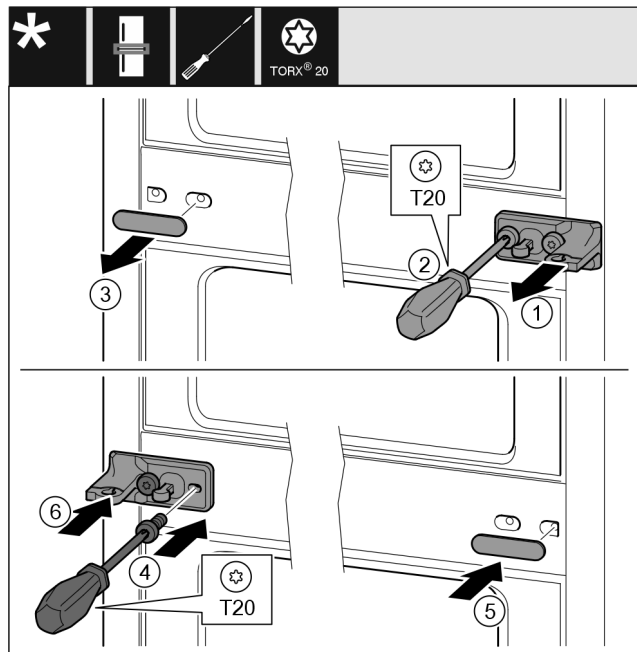

Fig. 34
- ▶ Stáhněte podložku Fig. 34 (1).
- ▶ Šroubovákem vyšroubujte šrouby Fig. 34 (2).
- ▶ Opatrně stáhněte kryt Fig. 34 (3).
- ▶ Stojan ložiska s fólií Fig. 34 (4) otočený o 180° pevně přišroubujte na druhé straně.
- ▶ Kryt Fig. 34 (5) otočený o 180° připevněte na druhé straně.
- ▶ Zepředu nasuňte podložku Fig. 34 (6).